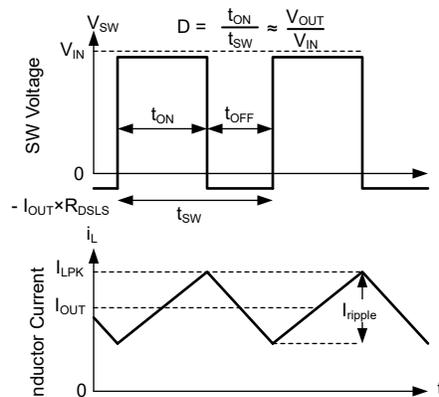

图 7-10. 连续导通模式 (CCM) 下的 SW 电压和电感器电流波形
有关 TPSM656x0 的以下运行说明，请参阅节 7.2 和图 7-10 中的波形。两者都以变化的占空比 (D) 打开内部高侧 (HS) 和低侧 (LS) NMOS 开关，从而提供稳定的输出电压。在 HS 开关导通期间， V_{SW} 摆动至大约 V_{IN} ，电感器电流 i_L 以线性斜率增加。HS 开关由控制逻辑关闭。在 HS 开关关闭时间 t_{OFF} ，LS 开关打开。电感器电流通过 LS 开关放电，这会强制 V_{SW} 通过 LS 开关两端的压降摆动到地电位以下。稳压器环路调节占空比以保持恒定的输出电压。D 由 HS 开关在开关周期内的导通时间定义： $D = T_{ON} / (T_{ON} + T_{OFF})$ 。